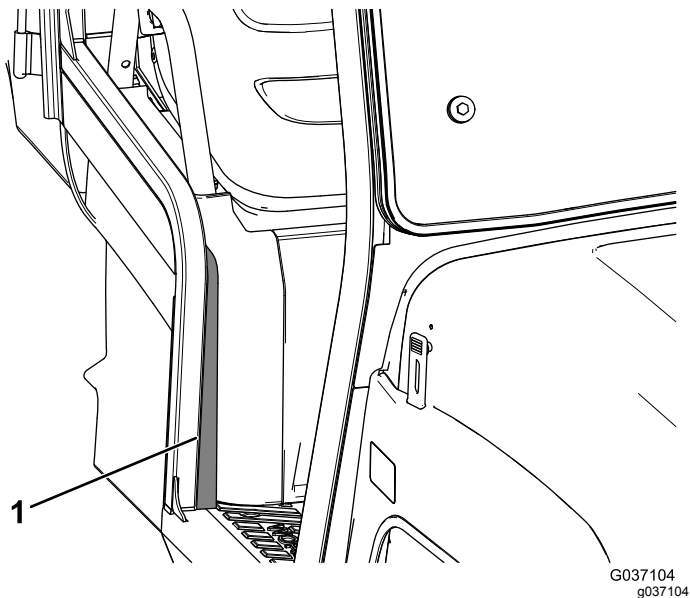

Figur 15
11. Fjern baksiden av høyre og venstre fremre skumtetninger, og fest tetningene til maskinen (Figur 15).